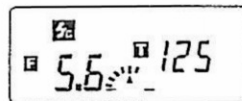

Fig. 23
- Presser le commutateur de mesure, et l'éclair se déclenche et la valeur d'ouverture est affichée (Fig. 23).